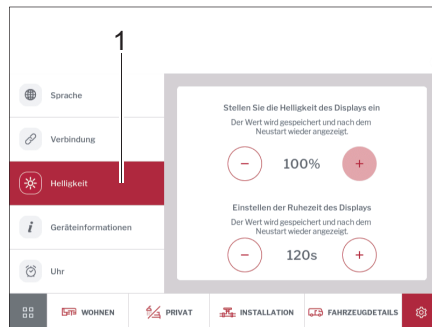

Bild 295 Helligkeit
- Auf Schaltfläche *Helligkeit* (Bild 295,1) tippen.